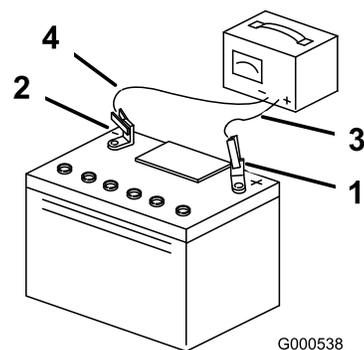

Рисунок 62
- После полной зарядки аккумулятора отсоедините зарядное устройство от электророзетки и штырей аккумулятора (Рисунок 62).